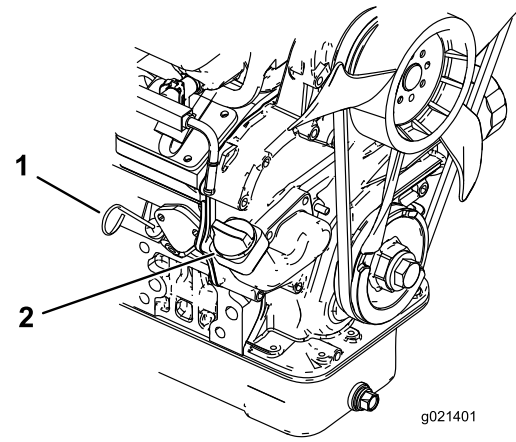

図 25
2. ディップスティック図 25を抜きウェスで一度きれいに拭く。ディップスティックを、チューブの根元までもう一度しっかりと差し込む。ディップスティックをもう一度抜きとって、オイルの量を点検する。
3. オイルの量が不足している場合は、補給口のキャップ図 25を取り、ディップスティックの FULL マークまで補給する。